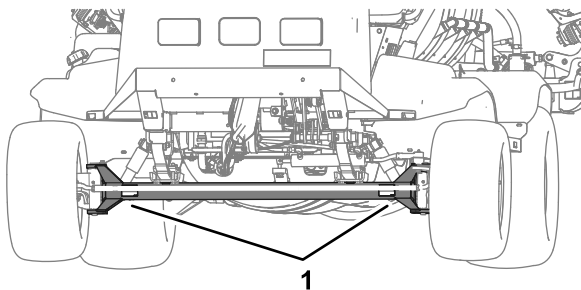
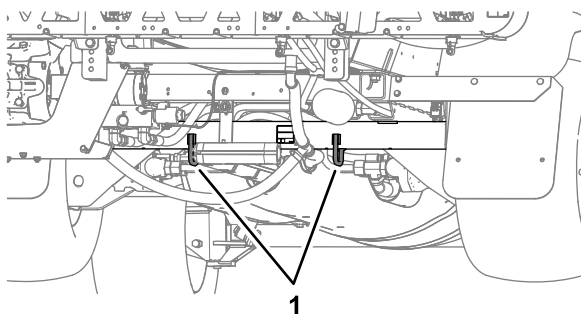

Рисунок 50
Рисунок 51
- Надежно прикрепите машину к транспортному автомобилю; на Рисунок 50 и Рисунок 51 показаны скобы для крепления машины.